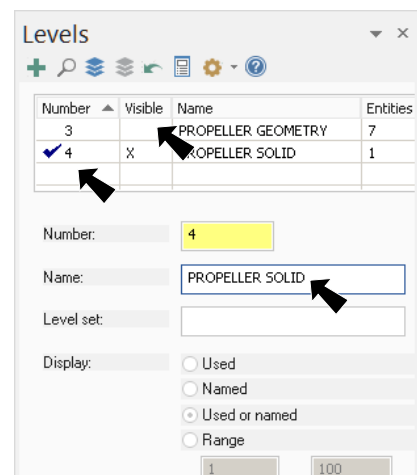

Fig. 31
Step 4. In the Levels Manager (**Alt-Z**), **Fig. 31**